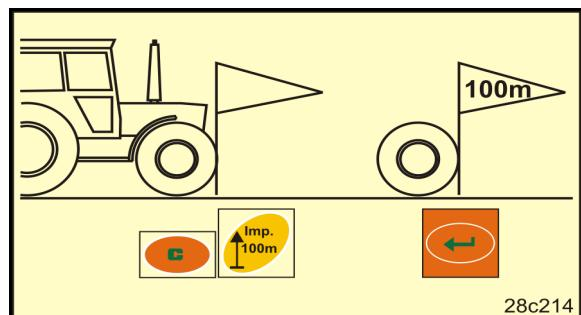

Fig. 73
2. Šleper dovesti u početnu (Fig. 73) a sejačicu u radnu poziciju (event. prekinuti doziranje semena).